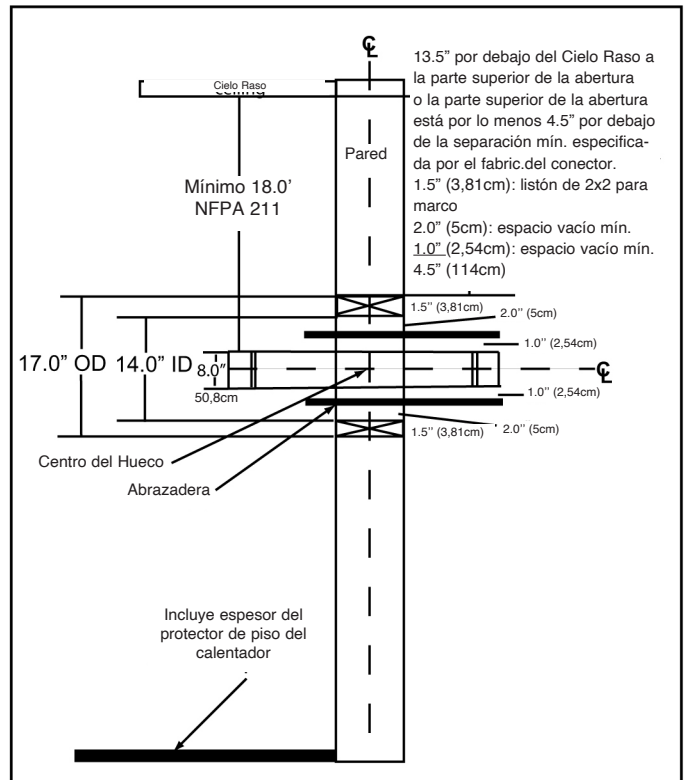

Figura 6.1
1. Abra la pared interior a la altura apropiada para que el conector de chimenea penetre en la chimenea de mampostería. **Figura 6.1.**
3. Construya un marco con medidas externas de 17 pulg. x 17 pulg. (432mm x 432mm) a partir de un listón para marco de 2 x 2, de tal manera que concuerde con la abertura en el muro. La abertura interior del marco no debe ser menor de 14 pulg. x 14 pulg. (356mm x 356mm). Figura 6.1.